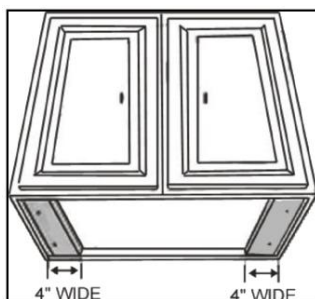

Figure 1
- Für die Montage unter dem Schrank mit versenktem Boden befestigen Sie auf jeder Seite 46 Zoll breite Holzabdeckstreifen (nicht mitgeliefert). Siehe Abbildung 1.